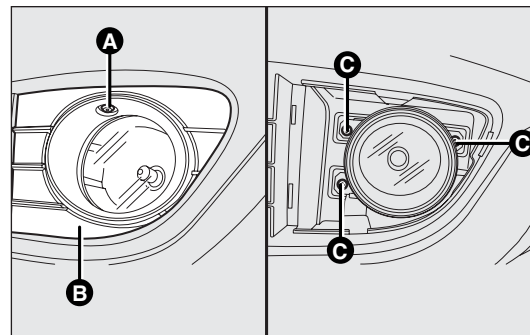

fig. 167
- ☐ quitar el tornillo A-fig.167 y extraer la mascarilla de protección B;